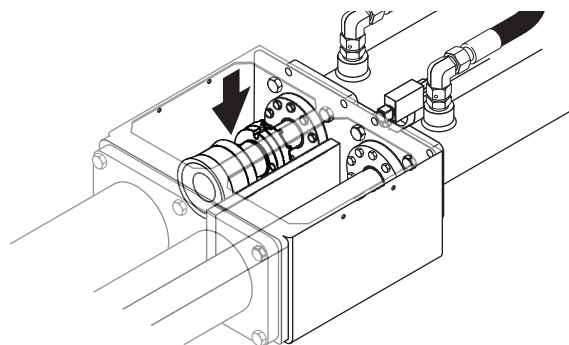

Figura 27
3. Sostenga el nuevo ariete contra la brida del cilindro. Alinee las ranuras, y deje caer la tuerca y el perno en su sitio para mantener junto el montaje (Figura 27). Apriete la tuerca solo con los dedos.